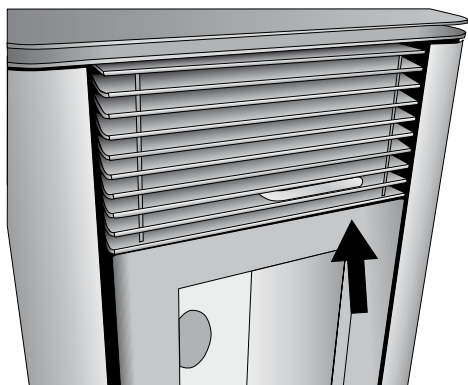

Fig. 6: raschiatore non azionato
- Spingere il raschiatore verso la stufa con la porta chiusa (Fig. 6).